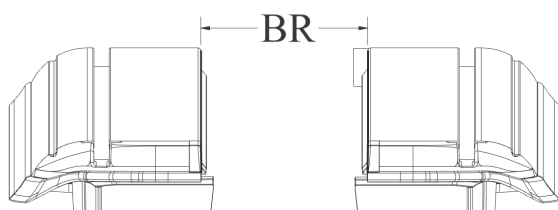
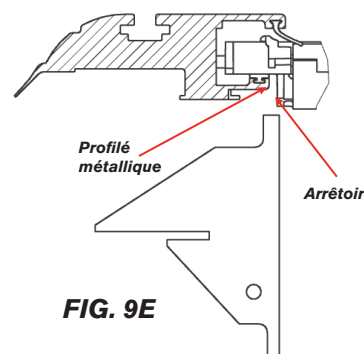

FIG. 9C
FIG. 9E
- Serrer les boulons des brides avec une clé dynamométrique à un couple de 5,9 pi-lb (7,9 Nm). Vérifier pour finir l'écartement avec la jauge d'écartement des rails ER : mesurer la distance entre le profilé métallique du rail et l'arrêt (Fig. 9E). La mesure ER peut également être prise à l'extrémité des rails, au niveau du caisson et du hayon. Les mesures doivent être égales ou inférieures à celles dans la Figure 9C. Les coulisses sont équipées de supports et de cales qui assurent une dimension ER conforme lorsqu'on les place sur une caisse d'origine ordinaire. Toutefois, la dimension de certaines caisses sort de l'ordinaire; d'autres ont des garnitures plastique optionnelles ou une doublure de caisse vaporisée.